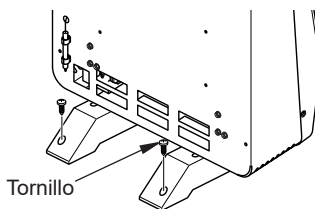

Figura 12 - Fijación del calentador de piso
3. Coloque el calentador a la ubicación deseada. Asegure las patas de la base al suelo mediante el uso de tornillos de cabeza Phillips dos (incluidos) (ver Figura 12).